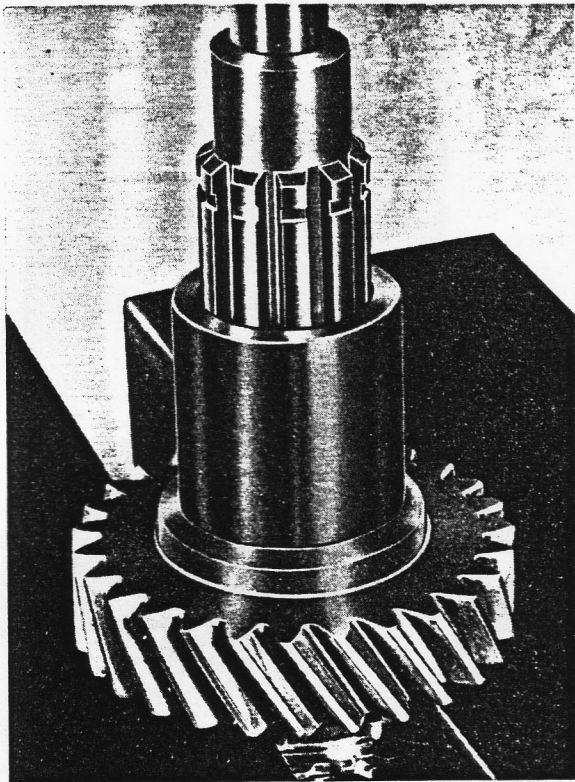

Bild 3-18. Hauptwelle zerlegen
3. Sicherungsring am vorderen Ende der Hauptwelle abnehmen. Zahnrad für 2. Gang (20. Bild 3-31) auflegen und Welle herauspressen, siehe Bild 3-18.